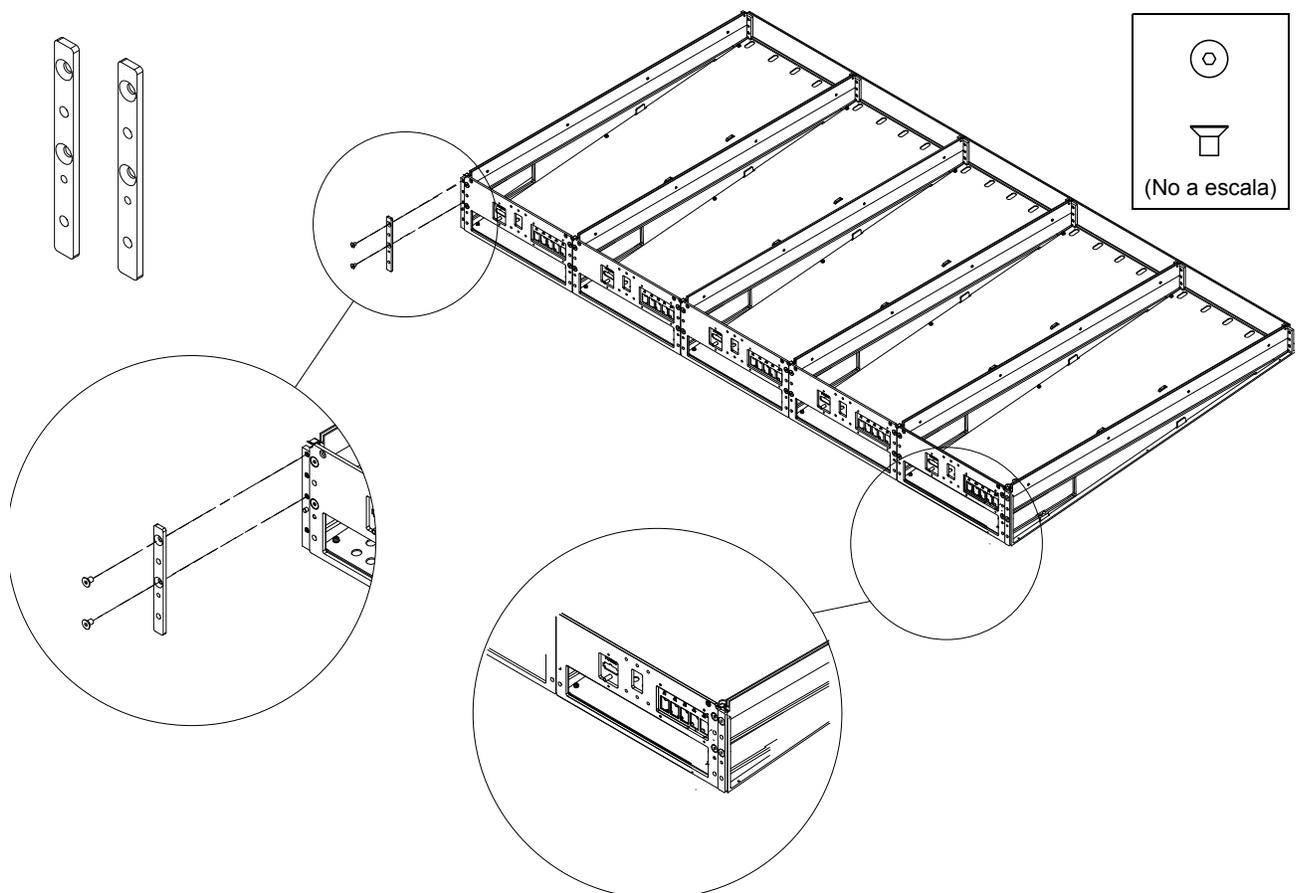

Figura 21. Barras espaciadoras de montaje de pie posterior (arriba a la izquierda), y su montaje
- 2 Poniéndote de pie detrás de la estructura, junta una barra espaciadora con las esquinas izquierda y derecha de la estructura utilizando dos tornillos Allen por barra, según se muestra en la Figura 21. Asegúrate de orientar las espaciadoras de forma correcta.